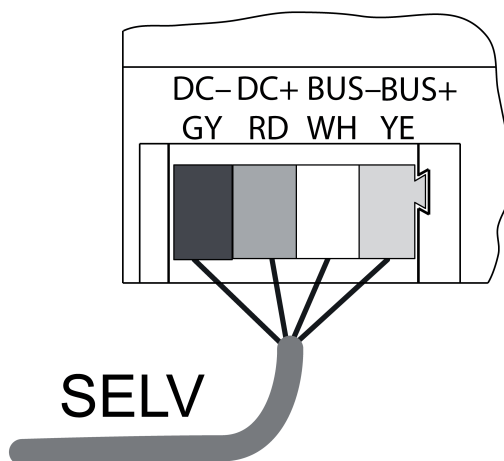

Figure 2: Schéma de raccordement du câble de bus
- Raccorder l'appareil avec câble de bus (figure 2) au module récepteur REG et à l'alimentation en tension (voir Notices du module récepteur REG et tension d'alimentation).